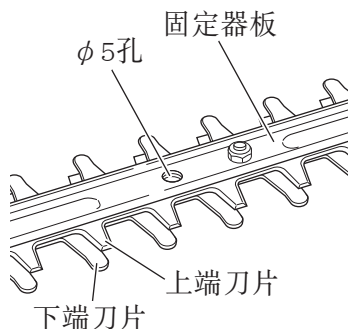

图 8
- (1) 用于固定的孔（ $\phi 5$ ）位于刀片的中间。请调节包括上端和下端刀片在内的零件，使得这些零件中的孔对齐。（图 8）